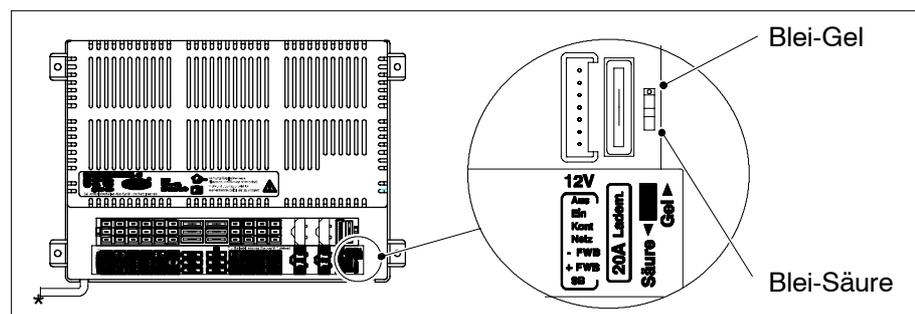

Bild 2 Batteriewahlschalter Blei-Gel-/Blei-Säure-Batterie
- ▶ Denn Batterie-Wahlschalter (s. Abb. 2) mit einem dünnen Gegenstand (z. B. Kugelschreibermine) in die entsprechende Position bringen: